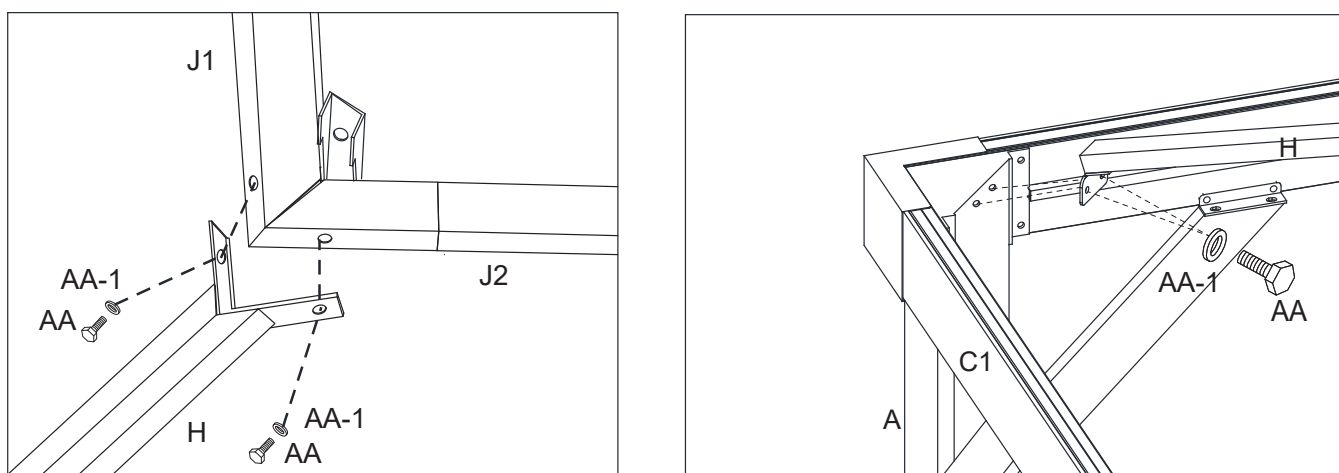

Figure 8-1
8.1. Assembler les supports d'angle du toit principal (H) au connecteur court (J1) au cadre central du toit principal et aux poteaux d'angle (A) à l'aide de boulons (AA) et de rondelles (AA-1). Voir la figure 8-1.